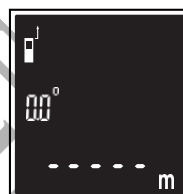

Fig. 4
- Premere il pulsante  per impostare la parte superiore dello strumento come riferimento di misura. (Fig. 4)